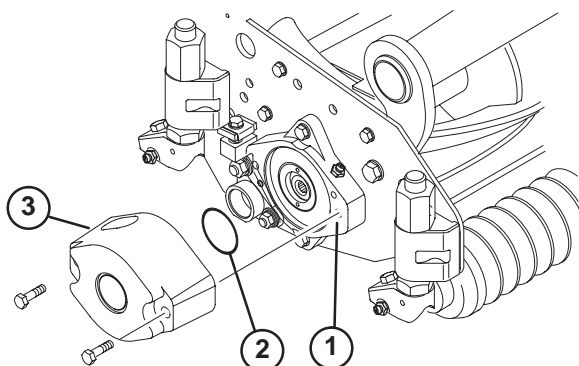

Figure 3
3. Lubrifiez et montez un grand joint torique dans la rainure du boîtier de roulement à chaque extrémité du plateau de coupe (Fig. 3 et 6).
4. Fixez un contrepoids sur l'extrémité appropriée de chaque plateau de coupe au moyen des vis fournies (Fig. 3).